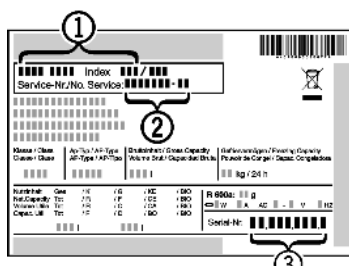

Fig. 17
▶ Označení přístroje Fig. 17 (1), servisní číslo Fig. 17 (2) a sériové číslo Fig. 17 (3) naleznete na typovém štítku. Identifikační typový štítek je umístěn na levé vnitřní stěně přístroje.
▶ Informujte zákaznický servis a sdělte poruchu, označení přístroje Fig. 17 (1), servisní číslo Fig. 17 (2) a sériové číslo Fig. 17 (3).